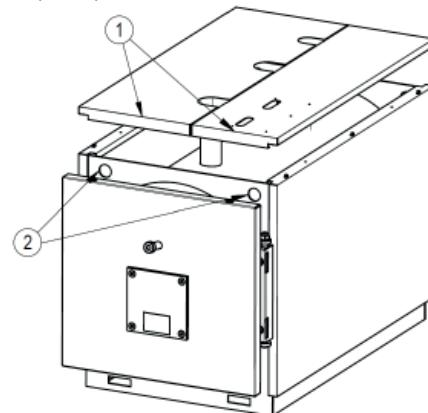

fig. 5
5.2.1 для моделей PREXOTHERM RSW 92N÷600N (рис. 5)